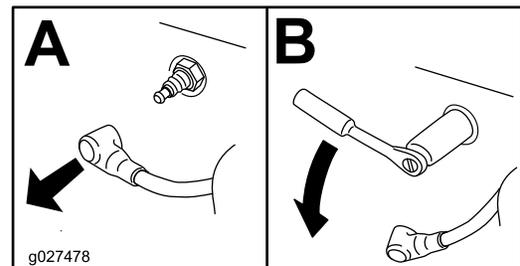

Figure 36
- Déposez la bougie (Figure 36).